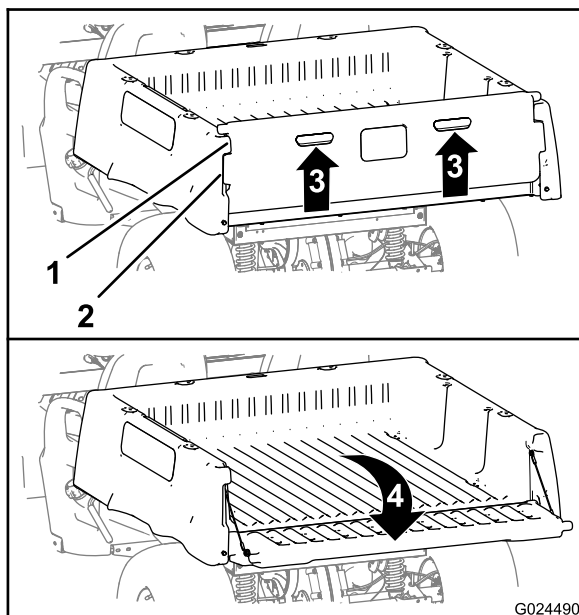

Figure 11
2. Passez les doigts dans les poignées du panneau arrière pour le soulever (Figure 11).
3. Alignez les bords de verrouillage du panneau arrière sur les ouvertures entre les bords de verrouillage sur le plateau de chargement (Figure 11).
4. Faites pivoter le panneau arrière vers l'arrière et le bas (Figure 11).
6. Faites pivoter le panneau arrière vers le haut et l'avant jusqu'à ce que les bords de verrouillage du panneau arrière soient de niveau avec le creux dans le plateau de chargement (Figure 11).
7. Abaissez le panneau arrière jusqu'à ce qu'il soit de nouveau engagé à l'arrière du plateau de chargement (Figure 11).